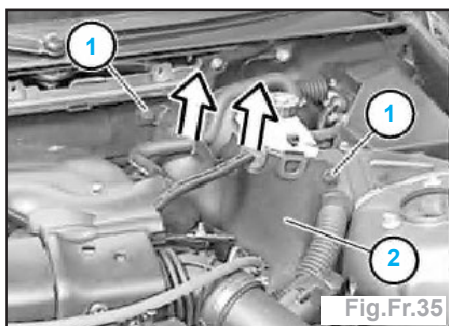
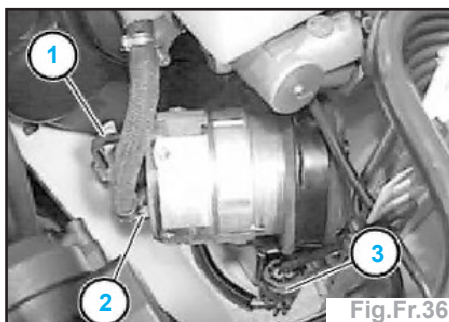

Fig.Fr.35
Fig.Fr.36
- Déverrouiller les bouchons (1) en les tournant de **90°** (fig.Fr.35).
- Déposer la cloison (2) du compartiment des appareils en la tirant vers le haut.
- Dévisser les écrous-raccords (1 et 2), déverrouiller et débrancher le connecteur (3) (fig.Fr.36).